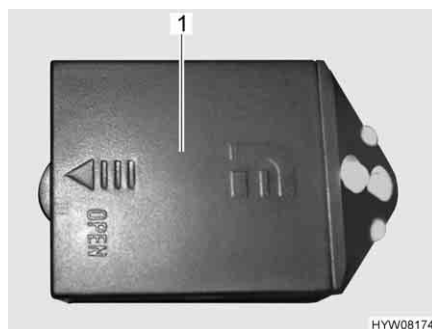

Fig. 188 Luci armadi guardaroba
- Spingere in direzione della freccia e rimuovere il coperchio (Fig. 188,1) delle luci armadi guardaroba.